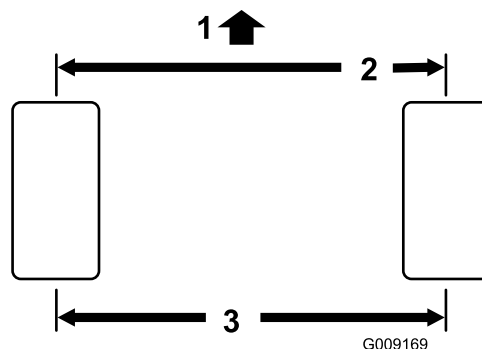

Figura 47
1. Misurate l'interasse (all'altezza dell'assale) sulla parte anteriore e posteriore degli pneumatici di sterzo. La misurazione anteriore deve risultare di 3 mm inferiore a quella posteriore (**Figura 47**).